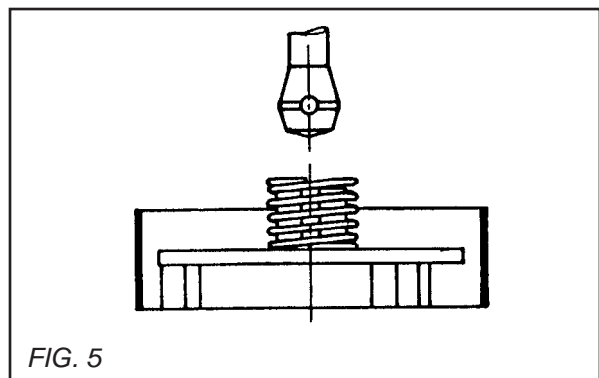

FIG. 5
**Fixation d'un plateau [VOIR FIG. 5] :**